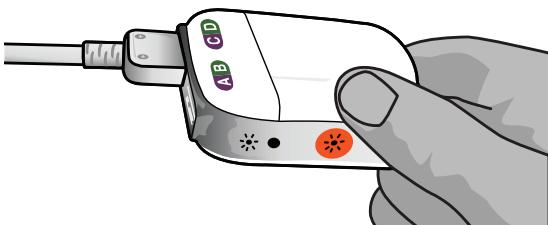

Figura 5: Conexión del cable de estimulación intraoperatoria 2 x 8 al estimulador de prueba externo 2
3. Conecte la extensión del cable de estimulación intraoperatoria al estimulador de prueba externo 2 con la etiqueta "CD" (Figura 5).